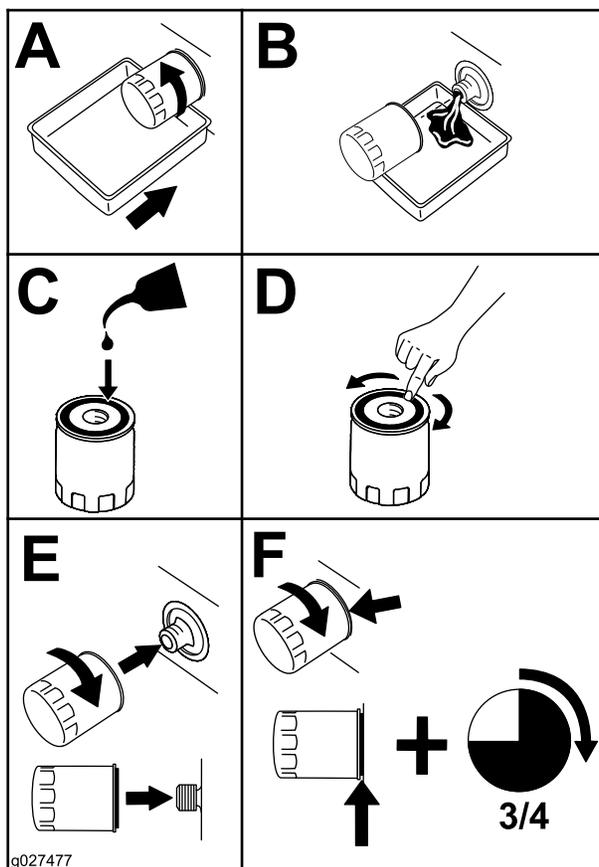

Figure 67
- Remplacez le filtre à huile moteur (Figure 67).